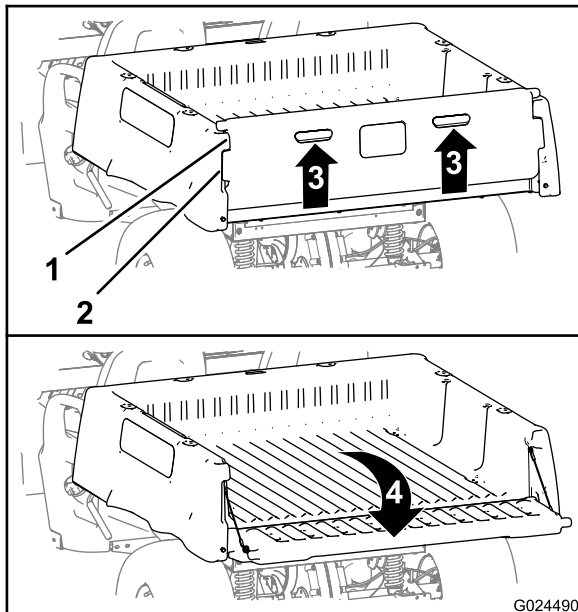

Figure 14
2. Passez les doigts dans les poignées du hayon pour le soulever (Figure 14).
3. Alignez les bords de verrouillage du hayon sur les ouvertures entre les bords de verrouillage du plateau de chargement (Figure 14).
4. Faites pivoter le hayon vers l'arrière et le bas (Figure 14).
6. Faites pivoter le hayon vers le haut et l'avant jusqu'à ce que les bords de verrouillage soient au niveau du creux dans le plateau de chargement (Figure 14).
7. Baissez le hayon jusqu'à ce qu'il soit engagé à l'arrière du plateau de chargement (Figure 14).